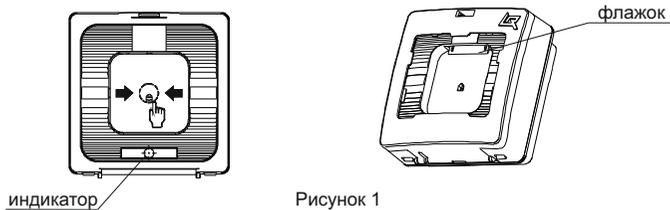

Рисунок 1
б) нажатие на приводной элемент (кнопку) (Рисунок 1, раздел 8).
5.1 УДП представляет собой адресное устройство, формирующее сообщение о событии при нажатии на кнопку. Выпадающий цветной флажок является визуальным подтверждением нажатого состояния кнопки УДП (Рисунок 1).